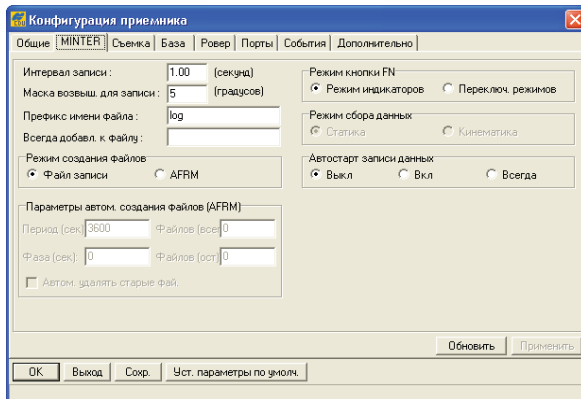

Рис. 3-41. Конфигурация приемника – вкладка MINTER
5. Нажмите **Конфигурация** ▶ **Приемник**, затем выберите вкладку **MINTER**, выполните настройку нижеприведенных параметров и нажмите **Применить** (Рис. 3-41). Описание данных параметров приводится на следующих страницах.